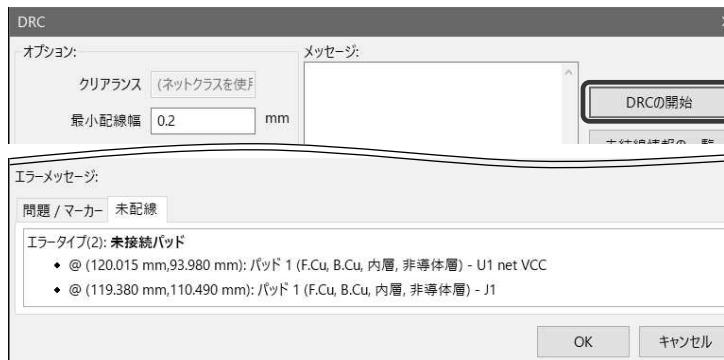

図 10-24
- ① 上ツールバー 「デザインルールチェックの実行」をクリックします。
- ② DRC ダイアログの[DRC の開始]をクリックします。
- ③ エラーメッセージ欄の「問題/マーカー」ならびに「未配線」にエラーメッセージが無ければルールに沿った配置配線が行われています。
- ④ エラーがある場合はエラーメッセージが表示されます。図 10-24